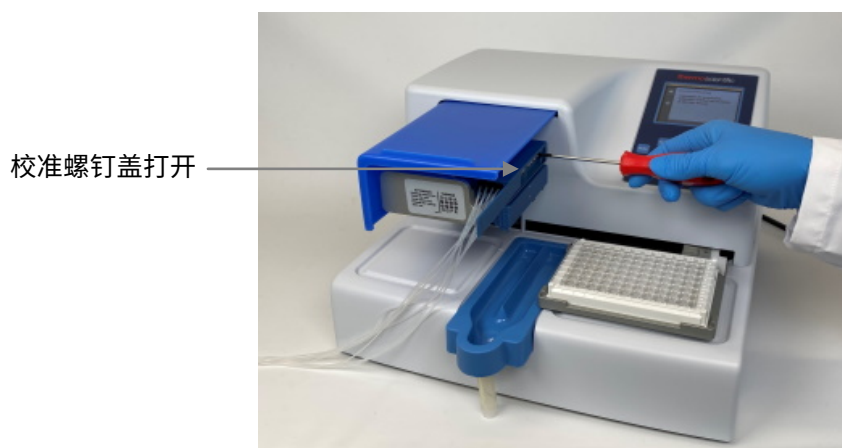

图 6-61. 根据校准结果旋入校准螺钉
13. 若量称读取值 < 100 mg (细管盒)/ < 1000 mg (标准管盒), 逆时针转动校准螺钉, 一圈相当于大约 $0.1 \mu\text{l}$ (细管盒)/ $1 \mu\text{l}$ (标准管盒)。若量称读取值 > 100 mg, 以相反方向转动 (图 6-61)。通过步骤 8 至 10 重新检查每次调整后的效果。必须获得三个可接受的校准数据。